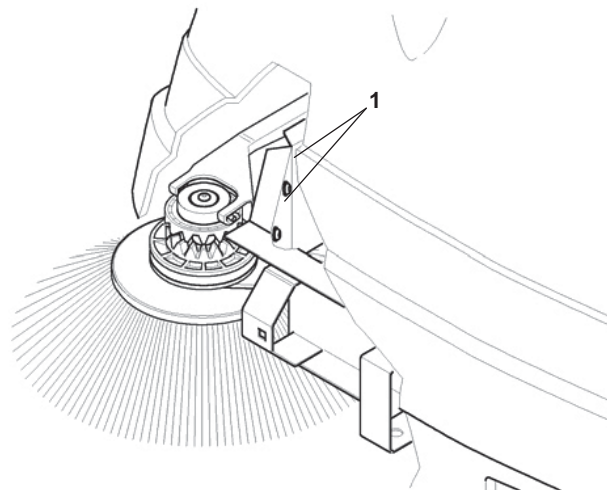

Fig. 6/A
La regolazione della spazzola laterale, si effettua allentando le viti pos. 1 Fig. 6/A e posizionando manualmente la spazzola lungo le asole all'altezza desiderata. Una volta determinata l'altezza bloccare le due viti.